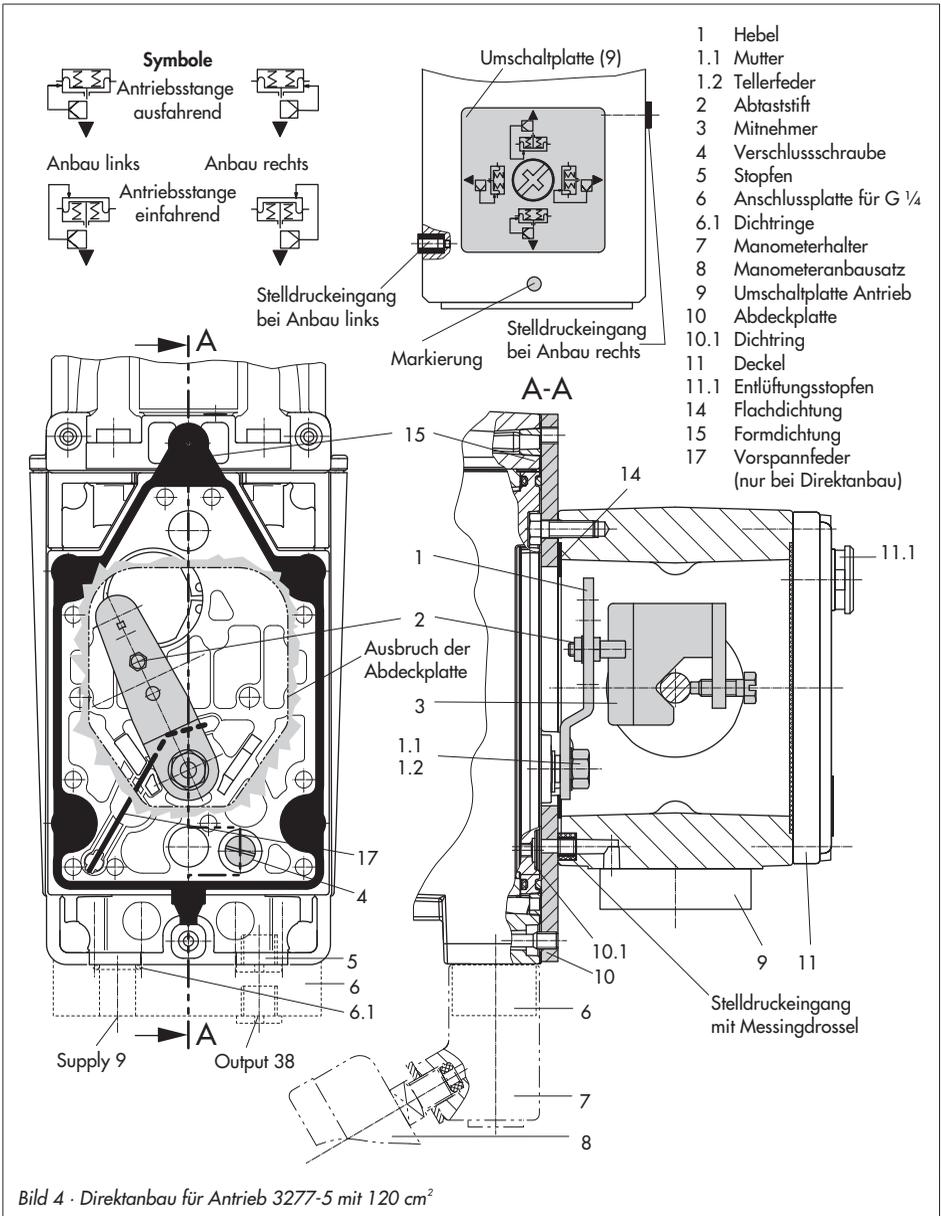

Bild 4 - Direktanbau für Antrieb 3277-5 mit 120 cm²
1. Symbol nach erforderlicher Sicherheitsstellung und Anbausituation nach Bild 4 „Symbole“ bestimmen:
2. Umschaltplatte (9) mit dem entsprechenden Symbol an der Markierung ausrichten und am Antriebsjoch montieren.
3. Gegebenenfalls Manometerhalter (7) mit Manometern oder bei erforderlichen Anschlussgewinde G 1/4 die Anschlussplatte (6) montieren, auf richtigen Sitz der beiden Dichtringe (6.1) achten.
4. Verschlusschraube (4) auf der Stellungsreglerrückseite entfernen und den Stelldruckausgang „Output 38“ am Stellungsregler (bzw. am Manometerhalter (7) oder der Anschlussplatte (6)) mit dem Stopfen (5) aus den Anbauteilen verschließen.
5. Mitnehmer (3) an die Antriebsstange setzen, ausrichten und so festschrauben, dass die Befestigungsschraube in der Nut der Antriebsstange sitzt.
7. Abdeckplatte (10) mit schmaler Seite des Ausbruchs (Bild 4 links) in Richtung zum Stelldruckanschluss befestigen, die aufgeklebte Flachdichtung (14) muss zum Antriebsjoch zeigen.
8. **Hub 15 mm:** Am Hebel **M** (1) auf der Stellungsreglerrückseite verbleibt der Abtaststift (2) auf Stiftposition **35** (Lieferzustand).